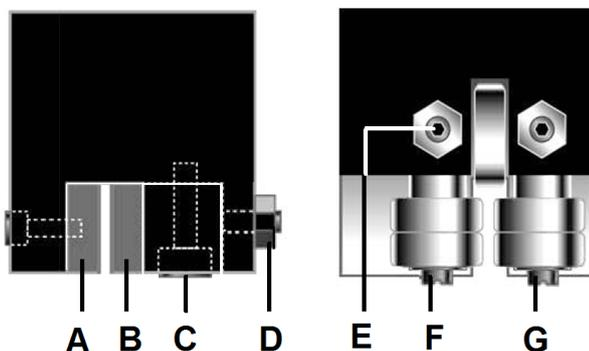

Figure 8-9 : Ajustement du guide de la lame
La position du patin (A, Fig 8-9) et des paliers (G) est fixe et ne peut pas être ajustée.